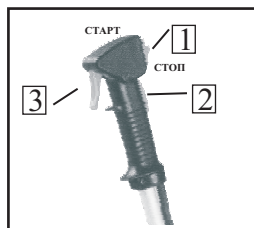

рис. 6
- а) откройте топливный кран **5** (рис.6);
- б) Переведите выключатель зажигания **1** (рис.6) в положение “СТАРТ”;
- в) Переведите рычаг воздушной заслонки **4** (рис.6) вверх в положение “Полностью закрыта”;
- г) Несколько раз (обычно 2-3) сначала плавно (выбирая свободный ход шнура стартера), а затем энергично потяните шнур стартера за рукоятку **6** (рис.6) до тех пор, пока не убедитесь, что двигатель запустился;
- е) Переведите рычаг воздушной заслонки **4** (рис.6) вниз в положение “Полностью открыта”.
7.1.3 Запуск “горячего двигателя”. При запуске прогретого двигателя нет необходимости полностью закрывать воздушную заслонку. Перед запуском прогретого двигателя установите рычаг воздушной заслонки **4** (рис.6) в положение “Частично закрыта” - среднее положение между “Полностью закрыта” и “Полностью открыта”. Далее запускайте двигатель как указано в п.7.1.2 (г-е).
7.2.1 Отпустите рычаг управления дроссельной заслонкой **3** (рис.6).
7.2.2 Переведите выключатель зажигания **1** (рис.6) в положение “СТОП”
7.2.3 Закройте топливный кран **5** (рис.6).